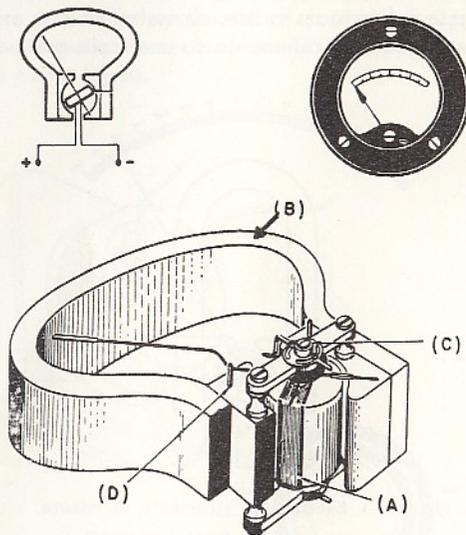

Fig. 1.6 - Parti componenti uno strumento di misura a bobina mobile.
La fig. 1.6 mostra le varie parti componenti di uno strumento di misura. Con (A) è indicata la bobina mobile, disposta intorno al nucleo di ferro del magnete permanente. Con (B) è indicato l'intero magnete permanente. Con (C) è indicato il complesso di stabilizzazione e di sostegno della bobina mobile, costituito da una delle due spiraline metalliche, generalmente di bronzo, e da uno dei minuscoli perni d'acciaio, con punta di zaffiro.